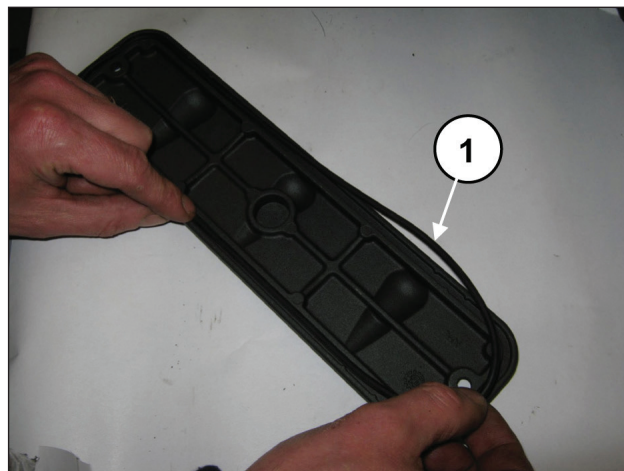
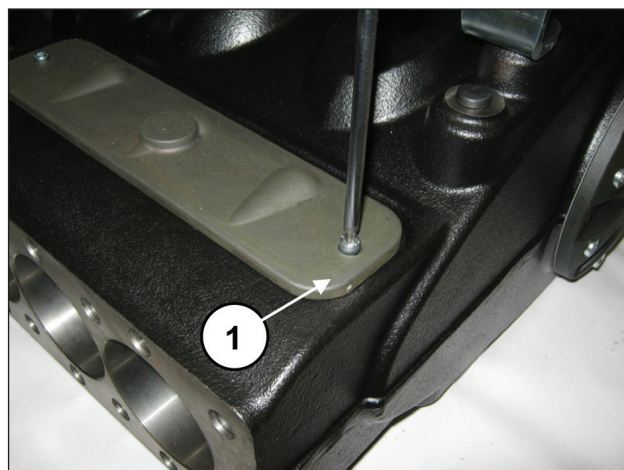

Рис. 93
Рис. 94
Установите смотровые крышки с уплотнительным кольцом круглого сечения (поз. ①, Рис. 93) и затяните с помощью 2 винтов М6х14 (поз. ①, Рис. 94) и 2 винтов М6х40.